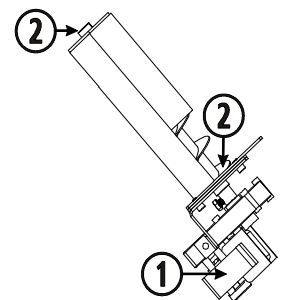

Figura 29
- 6.11. Nel caso in cui il motore riduttore non giri e il visualizzatore indichi gli impulsi, la prima cosa che dobbiamo fare è scollegare la stufa e verificare se il termostato di sicurezza è attivato. *Con la stufa scollegata*, controllare il termostato di sicurezza che si trova all'interno della stufa. Troveremo i termostati di sicurezza e riarmo nei modelli di stufa, accedendo sempre dal laterale destro (aprire la porta laterale destra). Uno montato sulla camera di combustione e l'altro nella parte inferiore del serbatoio. Nei modelli ad incasso, il termostato del serbatoio mantiene la posizione bassa del serbatoio, ma il termostato di sicurezza relativo alla camera di combustione si può attivare dall'esterno dell'incastro, svitando il tappo che lo protegge. Nel modello ad incasso *ECO III insert (figura 29)*, lo troviamo nella parte inferiore del laterale destro. Invece, nel modello *Córdoba*, si accede al termostato aprendo la porta del focolare, nel laterale destro, sopra al sistema di chiusura della porta. Per attivarlo si deve premere il bottone, se il termostato è attivato sentirà un "clic". Se il termostato di sicurezza era già stato attivato in precedenza, consulti il suo fornitore.